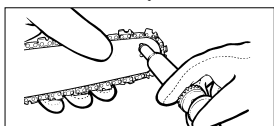

Abb. 23
3. Introduceți vârful acului seringii de ulei (opțional) în orificiul pentru ulei și injectați uleiul înăuntru până când ieșe pe partea exterioară a dințării (fig. 23).